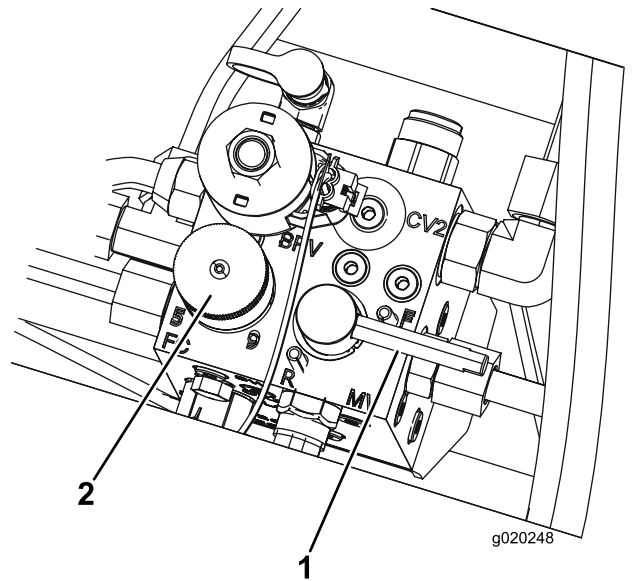

図 101
3. バックラップレバーをF刈り込み位置にセットする 図 101。